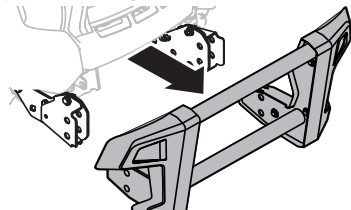

Figura 57
- Ahora ya se puede extraer el conjunto de protección del cepillo. Consulte la Figura 57.